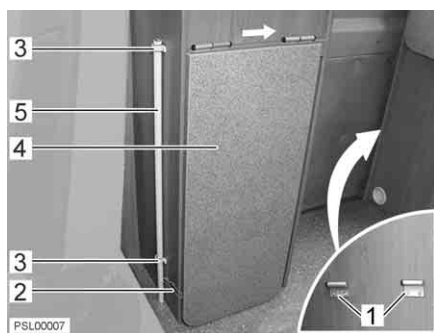
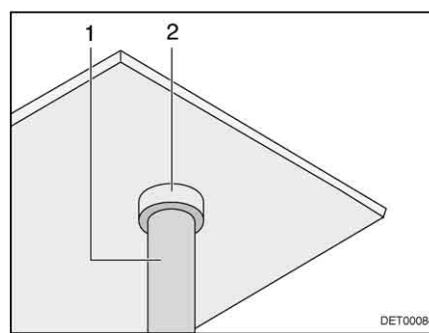

Fig. 23 Table pliante, repliée
Fig. 24 Table pliante, logement du pied
- Desserrer la bande de sécurité (Fig. 23,2) (bouton).
- Tirer le pied (Fig. 23,5) vers le haut pour le faire sortir des supports (Fig. 23,3).
- Rabattre le plateau de table (Fig. 23,4) et le pied (Fig. 24,1) dans le logement (Fig. 24,2).
- Rabattre le plateau de table (Fig. 23,4) un peu vers le haut et le pousser vers l'arrière (Fig. 23, flèche).
- Insérer le plateau de table dans les supports de la paroi arrière du bloc cuisine (Fig. 23,1).
- Placer le pied de table (Fig. 24,1) dans le logement (Fig. 24,2).